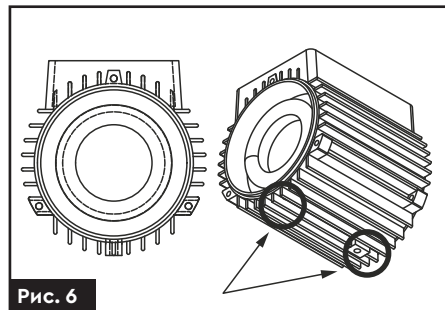

Рис. 6
**Для витoku конденсату у нижній частині електродвигуна насоса є 2 дренажні отвори, які категорично забороняється закривати! (рис. 6)**